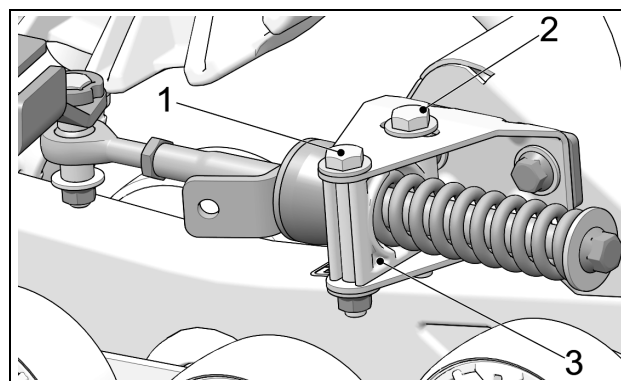

Figure 5
- Desserrer les boulons (1) et (2) de l'ancrage anti-rotation afin de permettre à la plaque de support (3) de pivoter librement sur son axe. Voir la Figure 5.